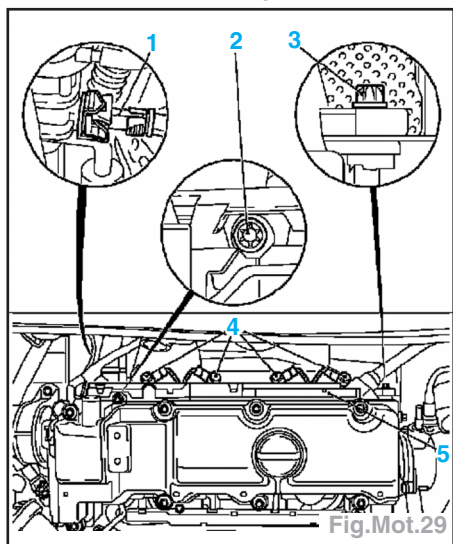

Fig.Mot.29
- Desserrer le collier de tuyau (3) du flexible d'admission d'air.
- Déposer la vis de fixation (4) et déposer le boîtier filtre à air, avec les flexibles d'air.
- Débrancher le connecteur électrique (1) de l'électrovanne de régulation de pression d'alimentation (Fig.Mot.29).